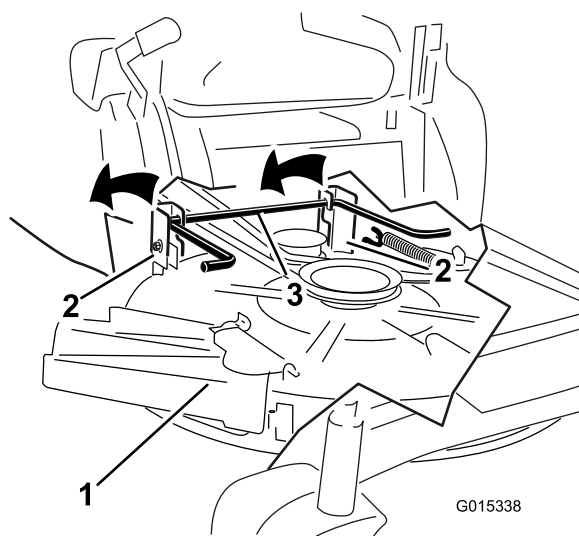

Figura 57
- Eleve la carcasa del cortacésped y desenganche la varilla de elevación trasera de las pletinas de suspensión, y baje el cortacésped con cuidado al suelo (Figura 57).
5. Eleve la parte trasera de la carcasa de corte y coloque los soportes sobre la varilla de elevación trasera (Figura 57).